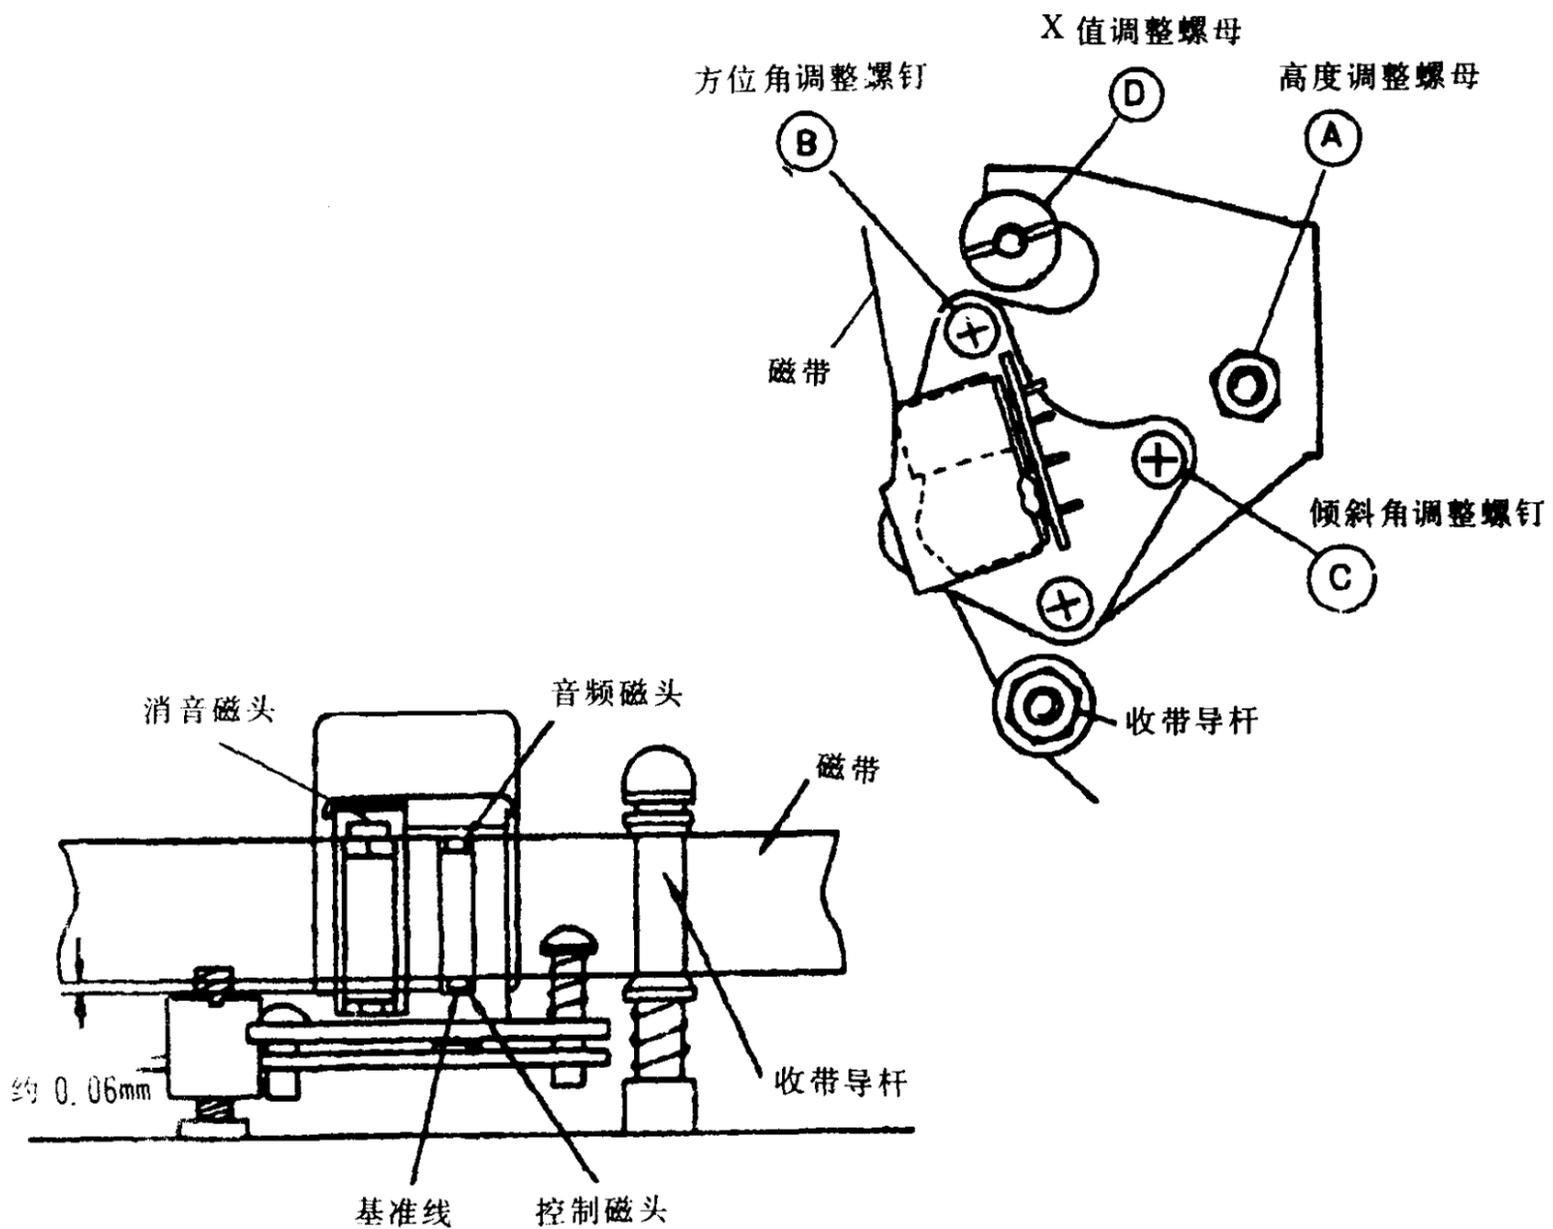

图 2-7
2. 利用高度调整螺母 A 和倾斜角调整螺钉 C 去调整音频磁迹边缘在音频控制磁头上的高度，使磁带可平滑地在收带导杆上移动。校正音频控制磁头的高度。（参阅图2-7。）
2. 证实收带侧导带轮与音频控制消抹磁头之间的磁带不松弛。若此处磁带松弛，可旋转倾斜角调整螺钉 C，使之收紧。参阅图2-7。) 然后按2-2节所述重新调整导带轮高度，按2-4节所述重新调整 X 值。
3. 重放 F6-A 测试带，用示波器证实确有 1kHz 音频输出，然后调节高度调整螺母 A，使交流电压表的读数最大。(参阅图2-7。)
重放F6-N测试带，用示波器证实确有音频信号输出，然后调节方位角调整螺钉B，使交流电压表读数或示波器波形达到最大(参阅图2-7。)
**注意：**在重新调整后，用锁漆把螺丝C固定好。(参阅图2-7。)